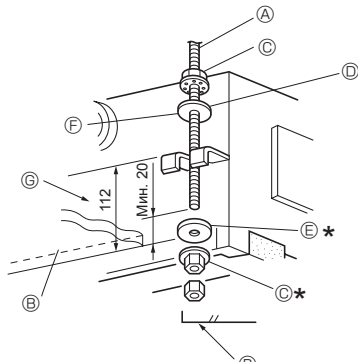

Рис. 2-7
1. Заранее насадите шайбы ① ② (входят в комплект) и соответствующие гайки (приобретаются на месте) на подвесной болт. (Рис. 2-7)
* Выполняйте эту операцию в следующей последовательности (начиная сверху): гайка, шайба с изоляцией ②, шайба без изоляции ①, 2 гайки.
* Расположите шайбу с изоляцией ② таким образом, чтобы изоляция была обращена вниз, как изображено на рисунке.
2. Поднимите прибор и установите его на место, правильно отцентрировав по отношению к подвесному болту. Пропустите скобу между шайбами ① и ②, которые уже на месте, и закрепите гайки. Повторите данную операцию в четырех точках.